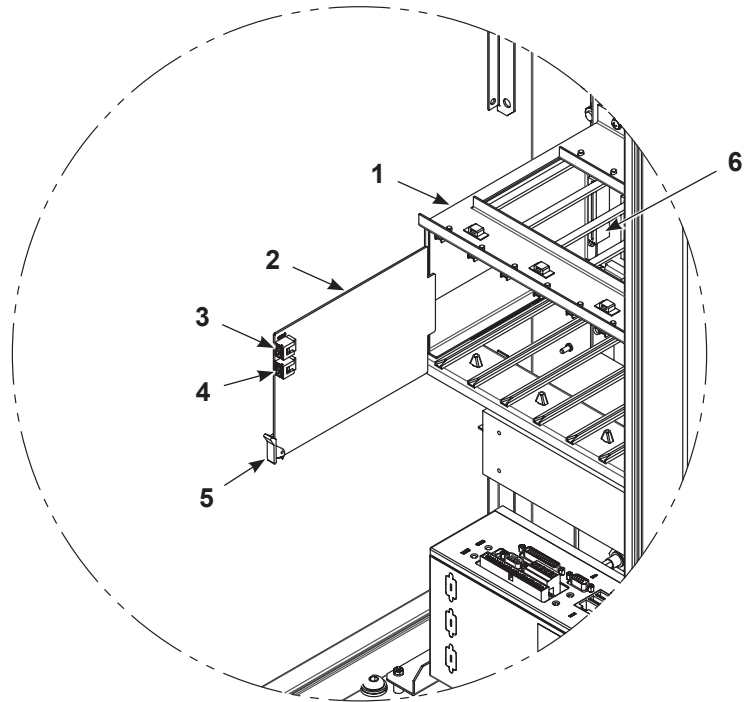

Figura 5-1 Sustitución de las tarjetas para el control de pistolas de aplicación
Ver la Figura 5-1. Las tarjetas para el control de pistolas de aplicación (2) están instaladas en la caja para tarjetas de izquierda a derecha. Cada tarjeta controla dos pistolas de aplicación: el receptáculo inferior es el número impar de pistola de aplicación; el receptáculo superior es el número par de pistola de aplicación.